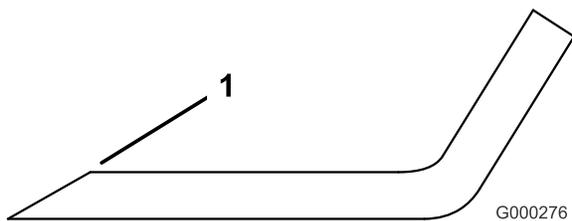

Figura 89
3. Controllate i taglienti di tutte le lame, e affilateli se fossero ottusi o scheggiati. Affilate soltanto la parte superiore del tagliente e mantenete l'angolo di taglio originale per garantire l'affilatezza (Figura 89). La lama rimane bilanciata soltanto se viene rimossa una quantità uguale di metallo da entrambi i taglienti.